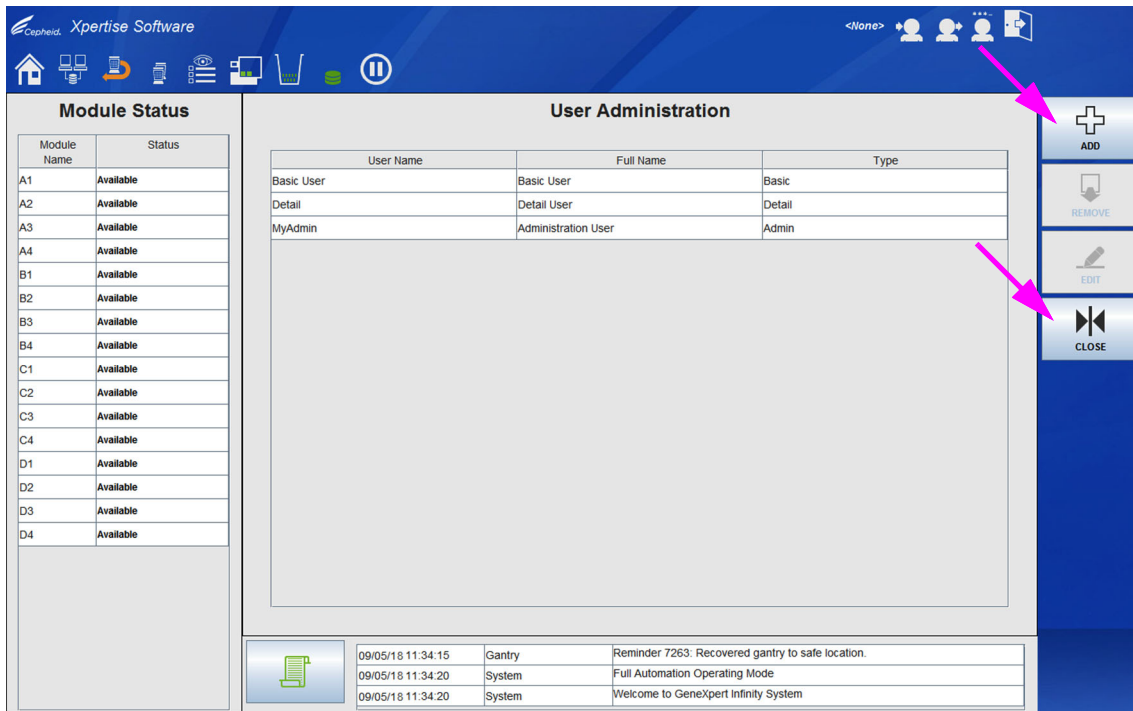

Figura 2-18. Área de trabalho User Administration (Administração de utilizador) a mostrar utilizadores
7. Quando tiver terminado, selecione o botão **OK** para guardar as alterações e fechar a área de trabalho. É apresentada a área de trabalho User Administration (Administração de utilizador) com a informação do utilizador. Ver Figura 2-18.
8. Para adicionar utilizadores adicionais, seleccione o botão **ADD (ADICIONAR)** (ver Figura 2-18) e repita o **Passo 3** até ao **Passo 7**.
9. Quando tiverem sido adicionados todos os utilizadores, seleccione o botão **CLOSE (FECHAR)**. Ver Figura 2-18.